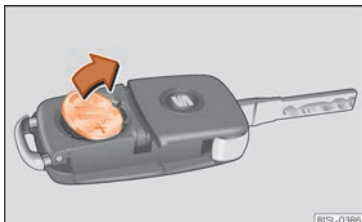

Fig. 66 Clé du véhicule : retirer la pile.
- Retirez la pile du compartiment à l'aide d'un objet pointu adapté »» fig. 66.
- Insérez une pile neuve comme indiqué »» fig. 66 et appuyez-la contre le logement à pile dans le sens contraire de la flèche »» ①.